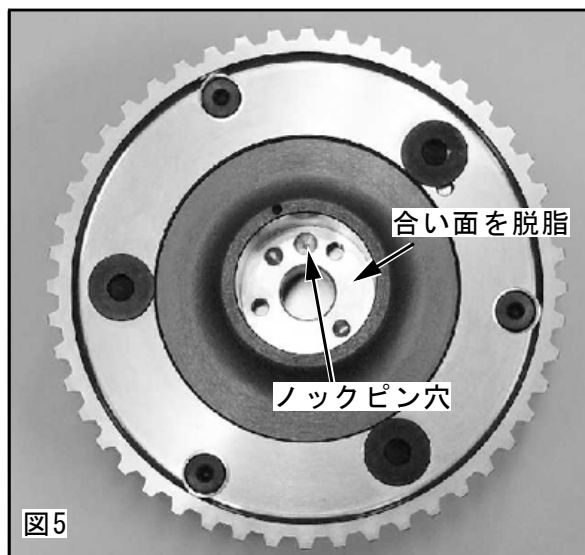

図5
- (1) Vカム端面と可変ユニットの合い面を脱脂してください。
- (2) ノックピンと穴位置を確認し、Vカムに可変ユニットを挿入してください。【図5】